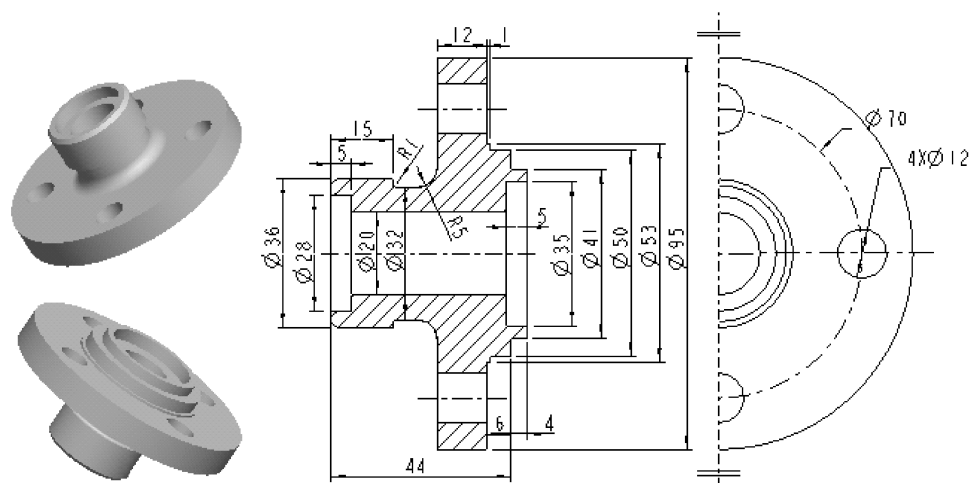

图 4-177 阀盖
- (5) 创建如图 4-177 所示的阀盖模型，文件名为“xiti4-2-5. prt”。